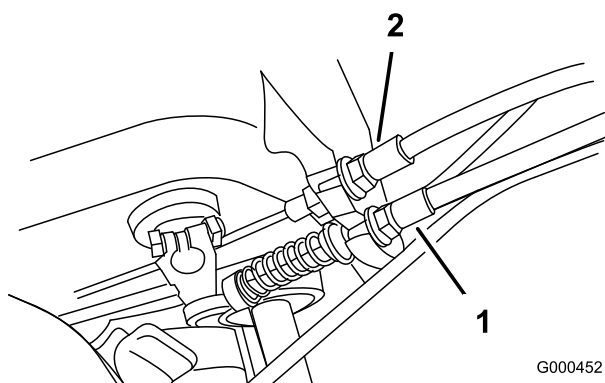

Figura 42
2. Per aumentare la tensione del cavo allentate il controdamo del cavo anteriore e serrate il controdamo del cavo posteriore (Figura 42) finché non occorre una forza di 5,4 – 7,3 kg. per innestare il comando della trazione.